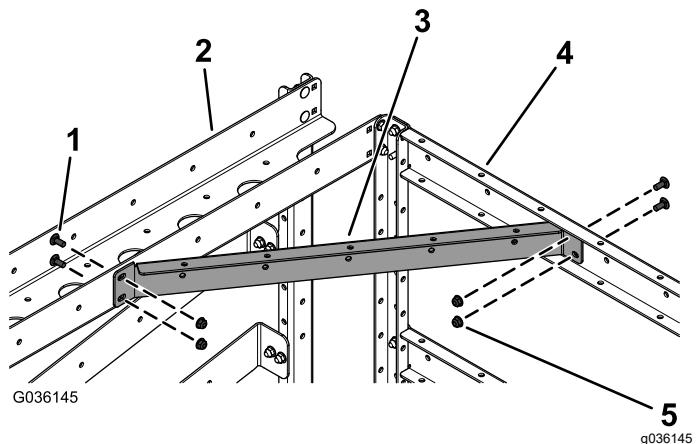

Bild 8
7. Befestigen Sie die Querstützhalterung mit vier Schlossschrauben (5/16" x $\frac{3}{4}$ ") und vier Bundmuttern (5/16") an der vorderen Stützhalterung (mit zwei Löchern an jeder Seite), wie in Bild 8 abgebildet.